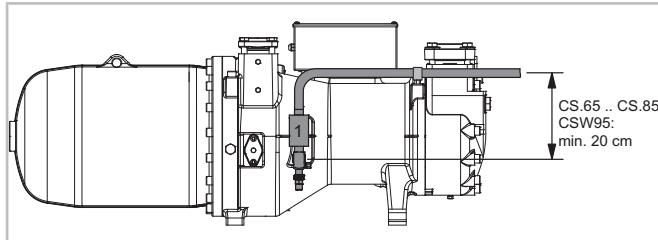

Рис. 5 Схема прокладки трубопровода линии экономайзера на компрессоре
Опциональные линии экономайзера (ECO) (не для CSH95), см. рис. 5, стр. 96 и/или впрыска жидкости (LI), см. рис 6, стр. 96 должны быть направлены вертикально вверх от места присоединения. Это предотвращает миграцию масла и повреждение компонентов вследствие гидравлических ударов (см. руководство SH-170).